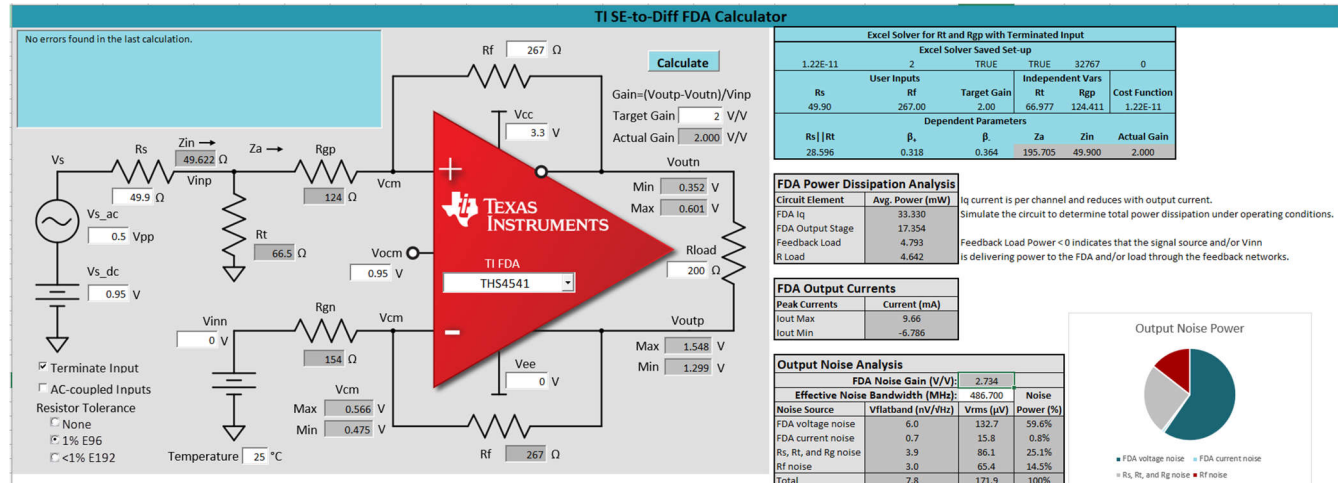
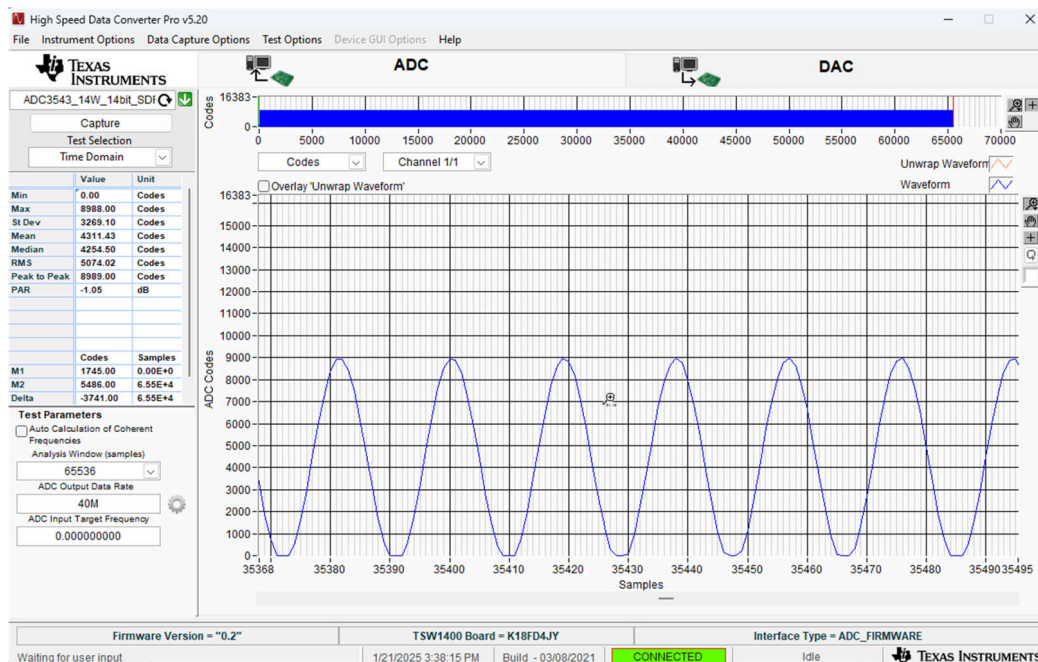
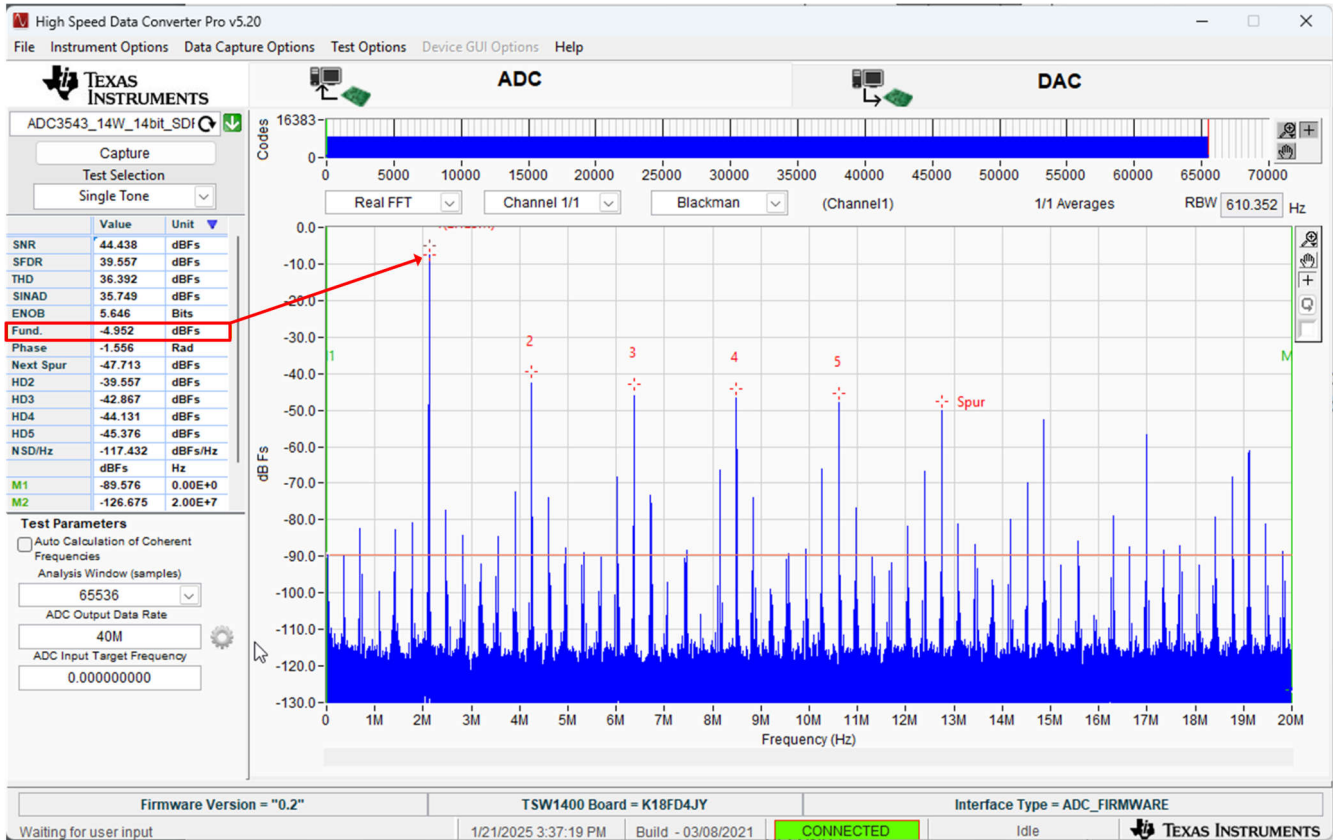

图 4-1. 使用 THS4541 的 FDA 计算器示例，SE 输入至差分输出（如图所示）
图 4-2. FDA 的输出共模电压在 P 和 N 输出之间不平衡，导致 ADC 模拟输入信号采集出现偏移
图 4-3. HSDCPro 输出频谱由于共模平衡不良被削波
要详细了解该特定计算器，请参阅图 4-1。该工具支持差分输入和差分输出配置，以及 SE 输入至差分输出配置。
最后要说明一些要点，尤其是在 FDA 配置了单端输入和差分输出的情况下。请再次注意图 4-1。请注意，两个 FDA 输入端接不同的电阻值，以便特意达到不平衡。这是为了在此配置中强制共模电流达到平衡。因此，放大器的信号输入端需要额外的 Rt 值，并且 Rgp 和 Rgn 的值略微不相等，以便在仅使用一个输入时帮助平衡该阻抗。如果操作不正确，这些共模电流不会抵消，并且输出端的电压不一定相等。以下是该良好电路发生故障时可能出现的情况。请参阅图 4-2
为了避免这种错误，只需在数据表中浏览建议的示例公式，找到 SE 转差分信号的方法，或者在 TI.com 上使用这个方便的计算器，如图 4-1 中所示。否则，这实际上会在 FDA 的输出端和 ADC 的输入端之间产生关于 VCM 的激烈竞争。两个器件之间的这些直流共模值不完全匹配。因此，这两个器件将开始相互“争斗”，并且总是达成某种妥协以满足彼此的直流需求。无论谁胜出，电路都不正常，FDA/ADC 组合无法在频谱中正确表示自己，如图 4-3 中所示
请注意远离 ADC 的 VREF 引脚或查看数据表。大多数具有此类注释的引脚都不具备提供 VCM 偏置的能力，除非通过放大器跟随器配置在外部对它们进行缓冲。请注意，VREF 引脚设置转换器内所有的内部基准偏置。这也是转换器满量程输入的函数。如果 VREF 引脚使用不当（例如负载过大），转换器的输入满量程范围可能会意外偏移，这也会导致图 4-3 和图 4-2 所示的情况。因此，系统的总动态范围会受到限制。总之，如果可能，不要使用 VREF 引脚。
- 在做出 FDA 和 ADC 选型决策后，最好分别使用上述电子表格或 FDA 和 ADC 数据表来确定它们的共模电压是否兼容。如图 4-1 中所示，FDA 针对 SE 输入和差分输出进行了配置，只需使用 3.3V 电源即可满足 ADC 模拟输入的 +0.95V 共模电压需求。请注意，也可以通过上一步电子表格中 FDA 和 ADC 的选型决策来完成此步骤。这一步可以作为一种不错的复查。